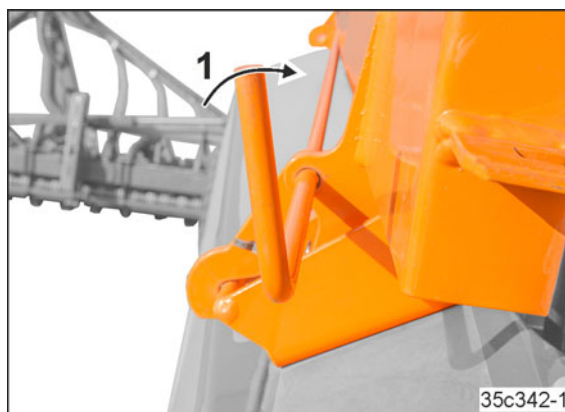

Fig. 258
1. Desfacerea blocării capacului (Fig. 258/1)